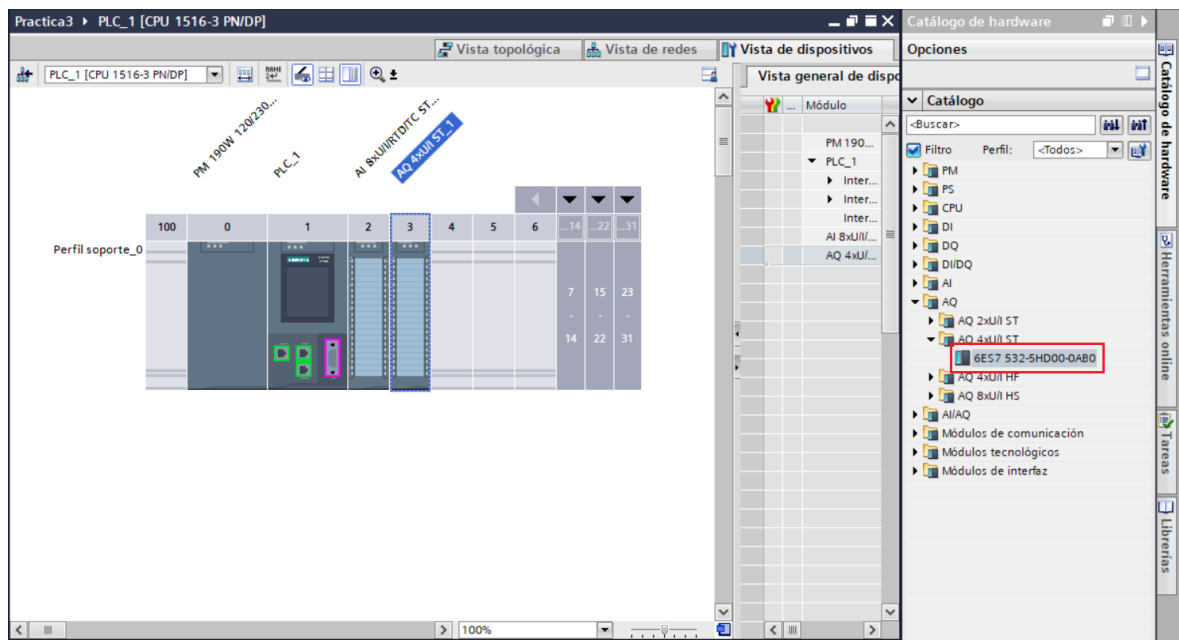

Figura 12: Agregar Módulo de salidas analógicas.
- Ubicar el módulo de salidas analógicas dando clic sobre “**AQ**” / “**AQ 4xU/I ST**” / “**6ES7 532-5HD00-0AB0**” seleccionar la versión “**V2.2**” (ver Figura 12).